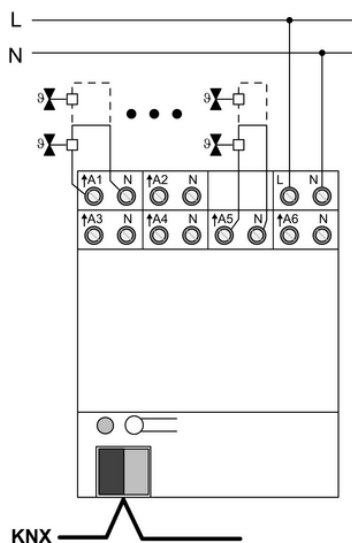

Figure 2
- Raccorder les sorties conformément au schéma de raccordement (figure 2).
- Raccordement à la tension secteur (figure 2).